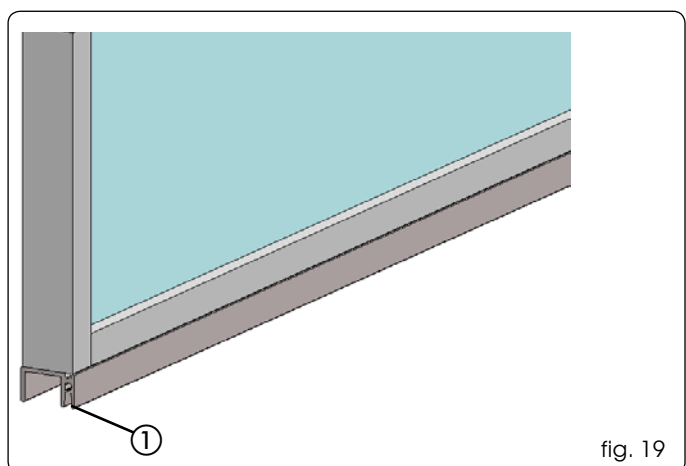

fig. 19
5. Se previsto inserire lo spazzolino nell'apposita sede del profilo di scorrimento fig. 19 rif. ①.